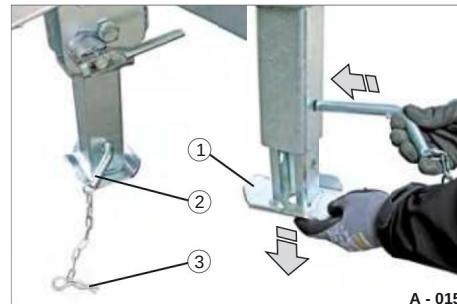

Fig. 5 Regolazione del piedino livellatore
(Fig. 5/3) fuori dal perno della presa (Fig. 5/2).
(Fig. 5/1) su una superficie stabile o
• Regolare il piedino di livellamento (Fig. 5/1) e fissarlo con il perno della spina (Fig. 5/2) e il tappo a molla (Fig. 5/3).